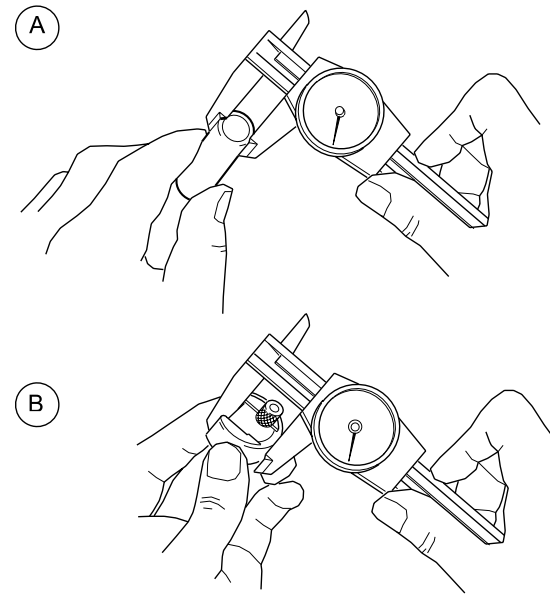

Abbildung 8 Einstellung der Lichtbogenprüflehre
1. Die äußeren Durchmesser der zu schweißenden Werkstücke mit einem Messschieber oder Mikrometer abmessen. Siehe Abbildung 8 (A). Die Stromversorgung M200 berechnet die Einstellung der Lichtbogenprüflehre, wenn die Funktion „Automatische Erstellung“ verwendet wird.
3. Stellen Sie die Lichtbogenprüflehre so ein, dass sie der Einstellung auf den Tabellen auf Seite 68 entspricht. Siehe Abbildung 8(B).